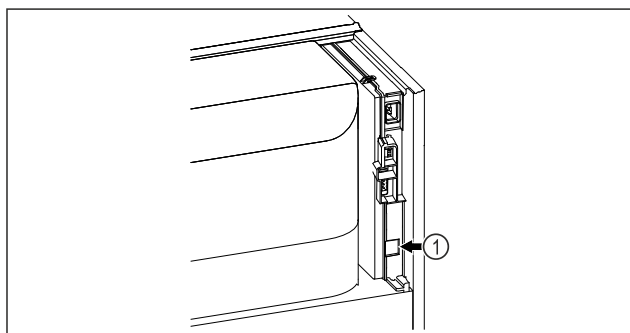

Fig. 109
- ☐ SmartModule Fig. 109 (1) ist eingesetzt.